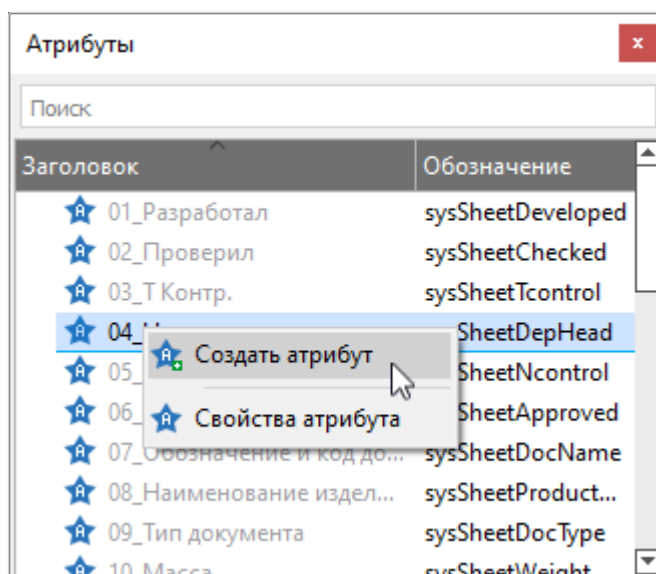

Рисунок 57. Плавающее окно «Атрибуты»
- 9) Окно «Атрибуты» отображает перечень атрибутов, доступных в проекте (см. рисунок 57).